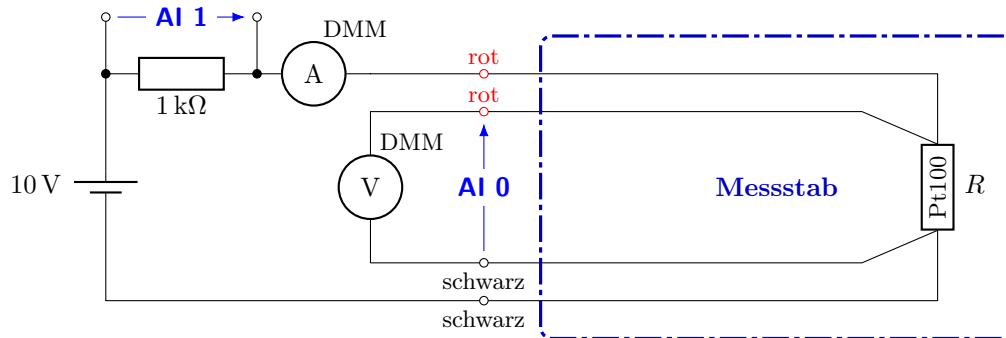

Abbildung 6: Temperaturmessung mithilfe eines Pt100 als Sensor. Die beiden Digitalmultimeter (DMM) dienen der Überprüfung der in LabVIEW angezeigten Werte.
4. In dieser Aufgabe soll eine Messgröße (hier: Temperatur) elektronisch an einem Rechner aufgezeichnet und weiterverarbeitet werden. Bauen Sie hierzu die Schaltung nach Abb. 6 auf. Verwenden Sie den Messstab aus Versuch 350. Die Spannung U am Temperatursensor wird direkt mit der Messkarte aufgezeichnet (Eingang **AI 0**). Der Strom I wird als proportionale Spannung am Vorwiderstand abgegriffen (Eingang **AI 1**). Da wir hier Gleichspannungssignale verarbeiten, reicht es, wenn Sie lediglich pro Abtastung einen einzelnen Wert einlesen. Achten Sie darauf, dass die Eingänge des AD-Wandlers BNC-2120 auf **GS** geschaltet sind (kleine Schiebeschalter unter jedem BNC Eingang).